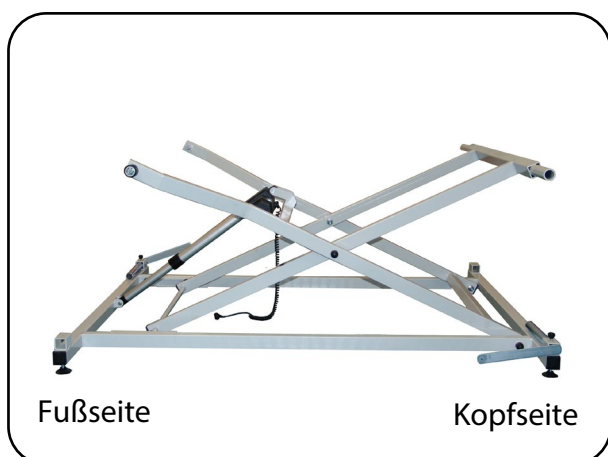

Abb. 6.1.01 – Scherenhub in oberster Position
1. Stellen Sie den Scherenhub in die vorhandene Bettumrandung. Der Antrieb muss dabei zur Fußseite zeigen (Abb. 6.1.01).
3. Fahren Sie den Scherenhub in die oberste Position (Abb. 6.1.01). Beachten Sie, dass die Handbedienung zuvor eventuell entsperrt werden muss (siehe Kapitel Bedienung Abschnitt **Sperrfunktion**).